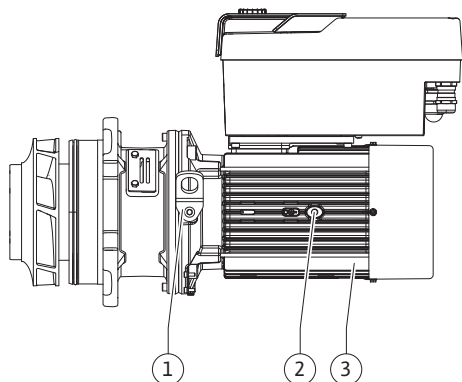

Fig. 107: Smontovaná jednotka
13. Zasuňte smontovanou jednotku (viz Fig. 107) do tělesa čerpadla v původní, resp. v jiné, požadované úhlové poloze. Přitom věnujte pozornost instalační poloze komponent (viz kapitola „Přípustné polohy instalace a změna uspořádání komponent před instalací“ [► 24]).